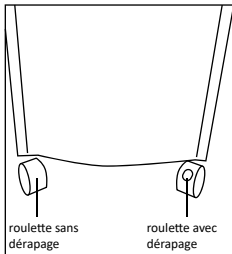

Fig. 1
2. Assembler les roulettes au bas de l'unité avec la clé fournie. Roulettes avec patin sont pour les trous forntal, tandis que ceux sans skid sont pour les trous arrière. (Fig. 1)